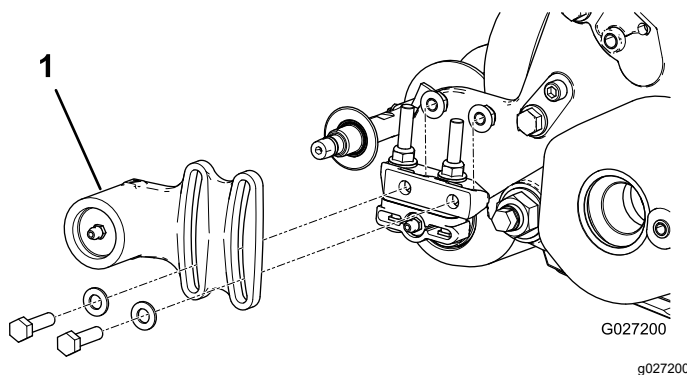
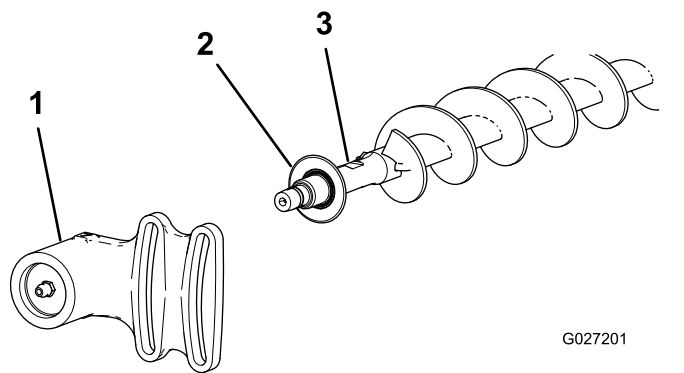

Рисунок 19
Рисунок 20
1. Если щетка катка установлена на режущем блоке, выверните два болта, снимите шайбы и гайки крепления корпуса подшипника неприводной стороны к монтажному кронштейну корпуса подшипника (Рисунок 19 и Рисунок 20).
2. Сдвиньте корпус подшипника неприводной стороны и защитное уплотнение с вала щетки (Рисунок 20).
9. Установите защитное уплотнение и корпус подшипника неприводной стороны на вал щетки (Рисунок 20).